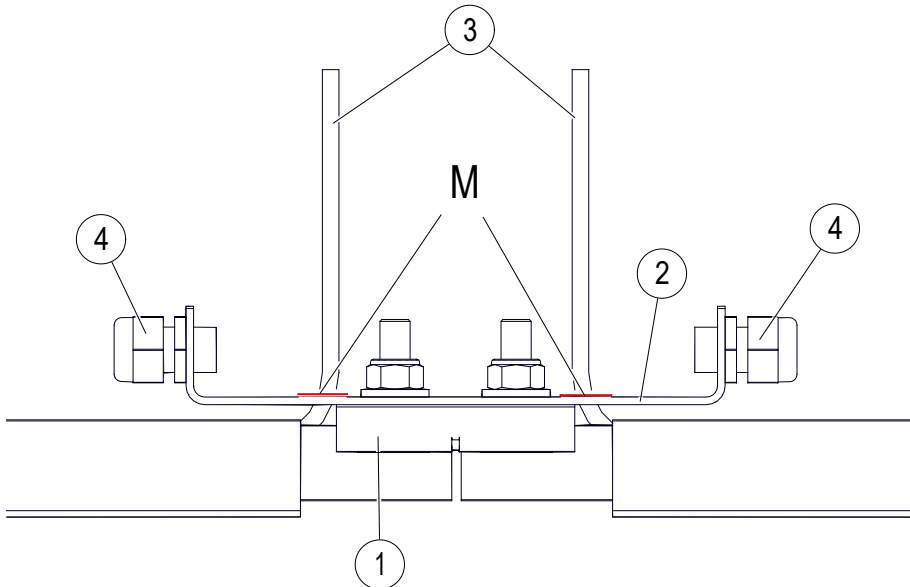

Abb. 31: Heizleitereinspeisung
- Das Blech für die Heizleitereinspeisung auf Gratfreiheit prüfen und ggf. nacharbeiten (siehe Abb. 31).
→ Nach der Vercrimpung des Heizleiters mit der kalten Anschlussleitung (Pos. 3) den Verbinder (Pos. 1), das Blech für die Heizleitereinspeisung (Pos. 2) und die Zugentlastung (Pos. 4) montieren. Die Markierung (M) muss am Blech (Pos. 2) anliegen (siehe Abb. 31). Insbesondere das Blech (Pos. 2) muss auf Gratfreiheit geprüft und ggf. entgratet werden.